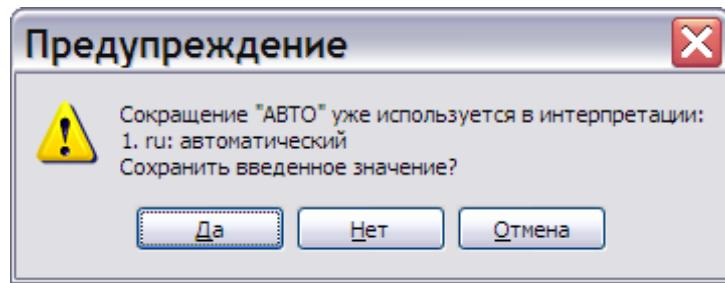

Рис. 7.8
3. Нажмите на кнопку **Применить**. После этого появится окно с запросом (Рис. 7.8).